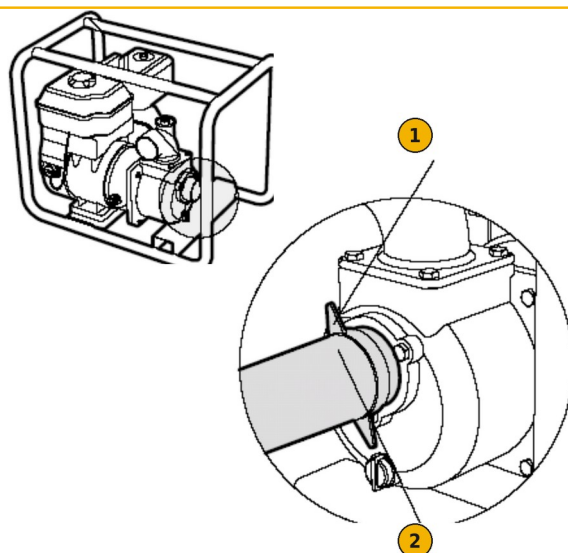

FIG. 7 — Ligação da mangueira de aspiração: 1 abraçadeira; 2 mangueira
- 2) Introduza a mangueira no espigão e fixe-a com uma abraçadeira (FIG. 7).